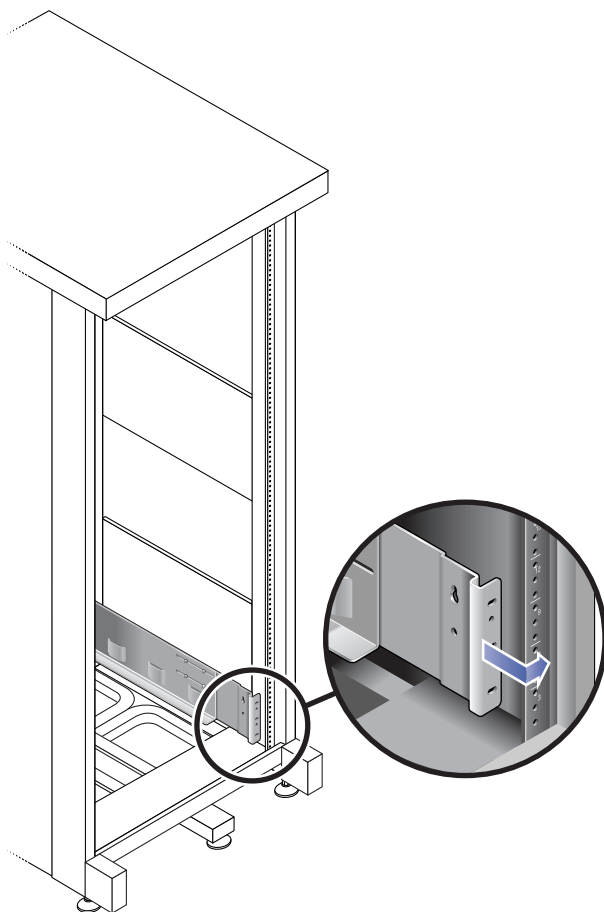

FIGURE 2-17 Réglage de la longueur du rail gauche à l'arrière de l'armoire
- c. Réglez la longueur du rail à l'arrière de l'armoire selon les besoins et placez la bride du rail sur la face du rail de l'armoire (voir FIGURE 2-17).